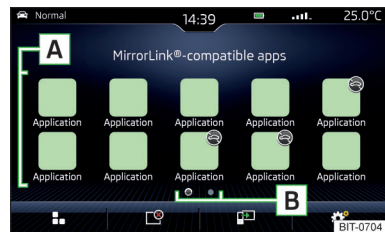

Fig. 162
- Seleccionar en el menú principal la conexión MirrorLink® la aplicación deseada en el área A » fig. 162 de la pág. 154.
- Pulsar en el menú principal de la conexión MirrorLink® la superficie funcional ☐ » fig. 162 de la pág. 154, se visualiza la última aplicación visualizada.
Si se quiere visualizar otra aplicación, entonces se debe pulsar en el menú principal la conexión MirrorLink® la superficie funcional de la aplicación deseada A » fig. 162 de la pág. 154.